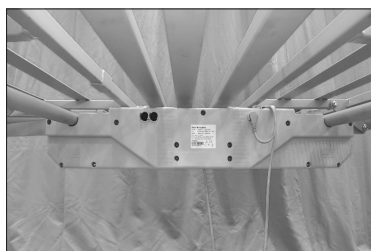

Fig.11
2. Introduzca las lengüetas de las barras en el alojamiento del motor hasta que encajen ambas (**Fig.11**)